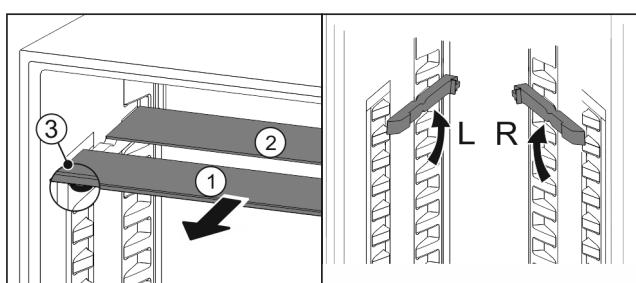

Fig. 117
- Издърпайте Fig. 117 (1) поотделно стъклените плохи напред.
- ▷ Стъклената плоча Fig. 117 (1) с декоративната лайстна е отпред.
- ▷ Ограничителите Fig. 117 (3) сочат надолу.